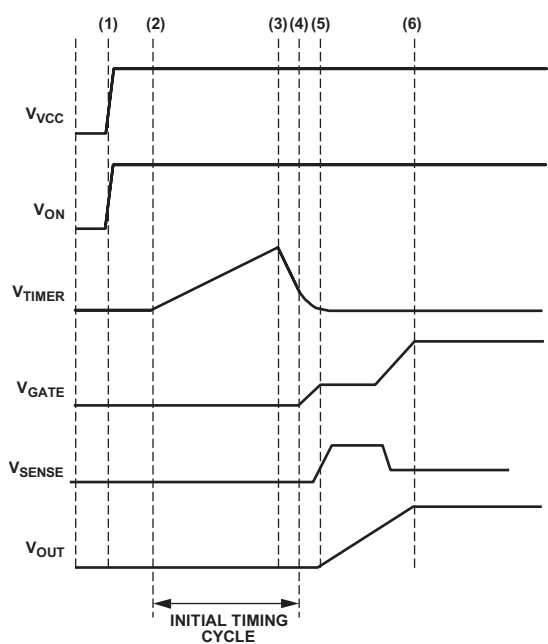

図32. スタートアップ（電源投入時にONアサート）
VCCを最初にバックプレーン電源に接続したとき、ADM1177の内部電源 (図32のタイム・ポイント (1)) の充電が必要になります。内部電源の充電はごくわずかな時間 (1msよりかなり短い時間) で完了し、VCCでアンダー電圧ロックアウト電圧を超えるため、デバイスはリセット状態から抜け出します。この最初の短いリセット時間内にGATEピンは 25mA のプルダウン電流でプルダウンされ、TIMERピンは $100\mu\text{A}$ の電流シンクでプルダウンされます。
初期タイミング・サイクルが終了すると、デバイスはホットスワップ動作を開始できます (ONピンがアサートされている場合)。図32の例では、ONピンは V_{CC} が加えられると同時にアサートされるため、ホットスワップ動作はタイム・ポイント (4) の直後に開始されます。